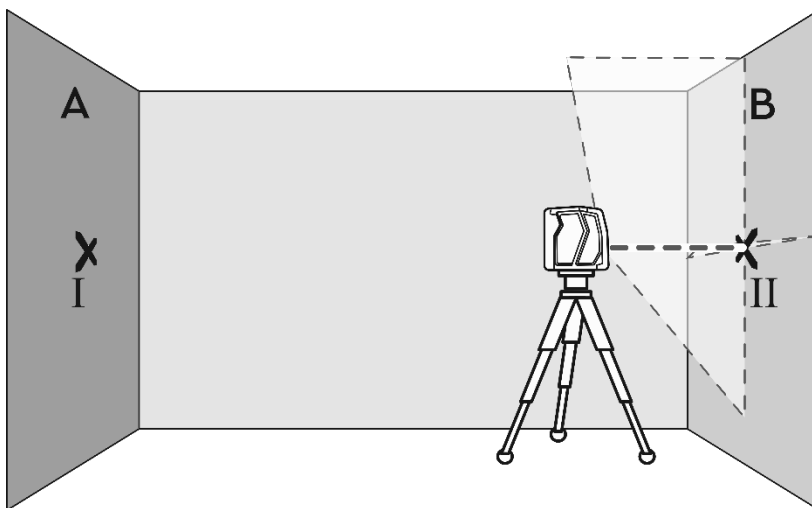

Рисунок 5
3.3.4 Розташуйте прилад, не повертаючи його, коло стіни «**B**», увімкніть його, та зачекайте, поки промінь автоматично вирівняється (дивіться рисунок 5).
3.3.5 Вирівняйте прилад по висоті таким чином, щоб точка, в якій перетинаються лазерні лінії, точно потрапляла на позначену раніше точку «**II**» на стіні «**B**» (дивіться рисунок 5).